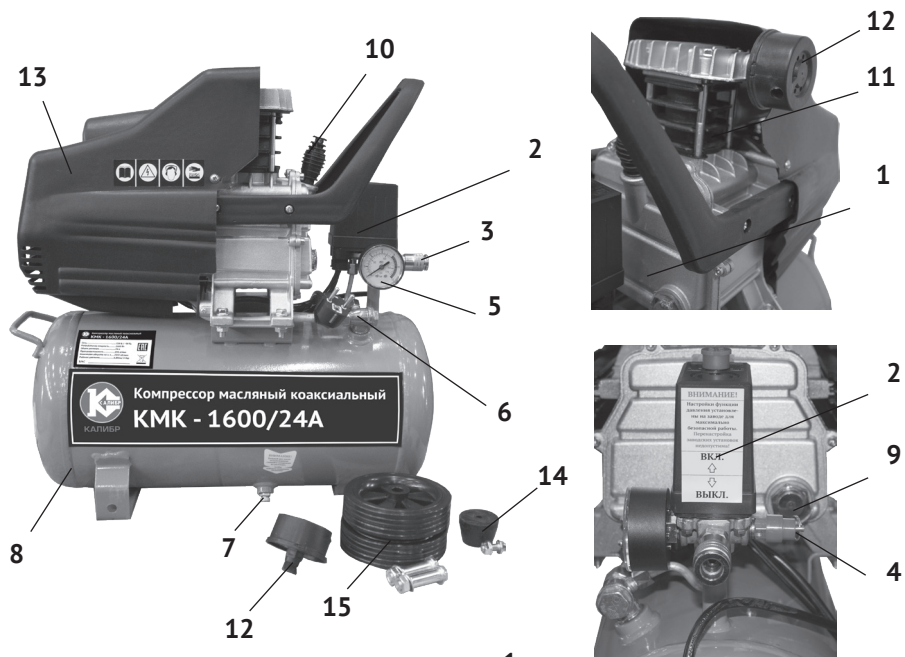
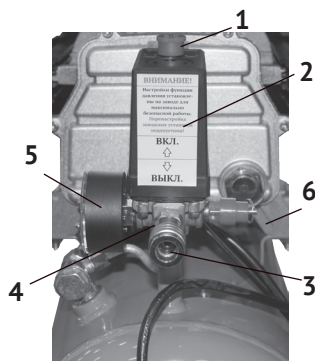

рис. 1
рис. 3
4.1 Общий вид компрессора схематично представлен на рис.1
4.2 Картер компрессорной группы (рис.1 поз.1) с двигателем закреплены на металлическом корпусе ресивера (рис.1 поз.8). Двигатель закрыт пластиковым кожухом (рис.1 поз.13). Вращение якоря двигателя преобразуется кривошипно-шатунным механизмом в возвратно-поступательное движение поршня. Сжатый воздух из выпускного клапана цилиндра подаётся в ресивер. При подключении к быстроразъёмному выходному штуцеру (рис.1 поз.3) пневмоинструмента, сжатый воздух подаётся к инструменту. Выходное давле-
ние в штуцере отображается на манометре (рис.1 поз.5).
реле давления (рис.3 поз.1) находится в позиции «Выкл», положение «Нажато». Запустите компрессор, переведя выключатель в позицию «Вкл», положение «Отжато». После первых 5-ти часов работы компрессора проверьте крепление винтов головки цилиндра и кожуха двигателя (рис.1 поз.13).
Реле давления (рис.3 поз.2) в автоматическом режиме поддерживает установленный изготовителем диапазон давления в ресивере. При достижении в ресивере давления 8 бар, реле отключает двигатель компрессора. После подключения пневмоинструмента давление в ресивере начнёт снижаться. При достижении нижнего установленного уровня (6 бар), реле давления включит двигатель компрессора.
Коллектор (рис.3 поз.4) компрессора имеет выходной (быстроразъёмный) штуцер (рис.3 поз.3) для подключения пневмоинструмента.
Так же компрессор оснащён предохранительным клапаном (рис.3 поз.6) для ограничения максимального давления в ресивере (если не сработало реле давления) и стравливания (при необходимости) сжатого воздуха из ресивера.
7.3 По окончании работы полностью сбросьте давление, открыв предохранительный клапан (рис.3 поз.6).